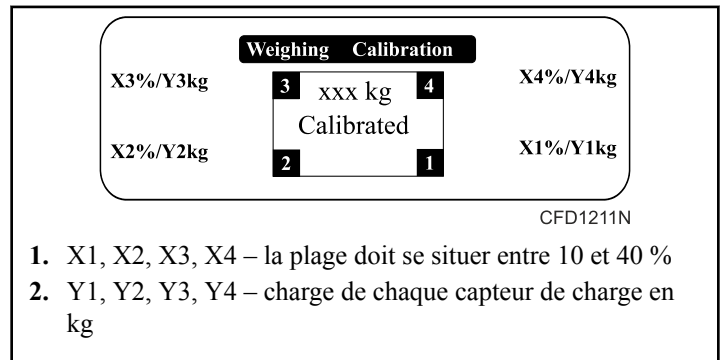

Figure 17
12. Vérifier et ajuster si nécessaire la hauteur des pieds de capteur de charge de façon à répartir équitablement la charge sur chaque capteur. Voir Figure 17 .